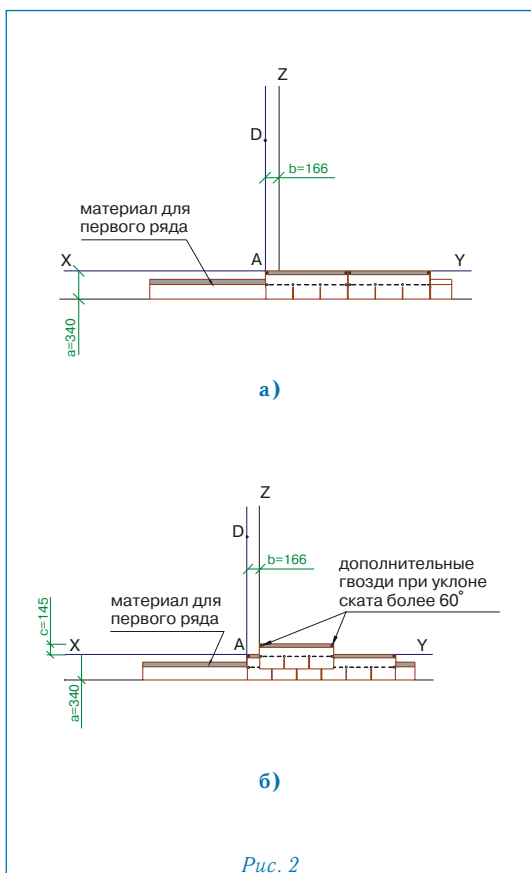

Рис. 2
Укладка материала (рис. 2)
- По линии карниза укладывается специальный самоклеящийся рулонный материал для первого ряда, при этом предварительно снимается защитная пленка с его изнаночной стороны (рис. 2а);
- укладка черепицы начинается от линии AD, при этом ее верхний край выравнивается по линии XY (рис. 2б);
- следующий ряд укладывается от линии Z (со смещением 16,6 см от AD) (рис. 2б);